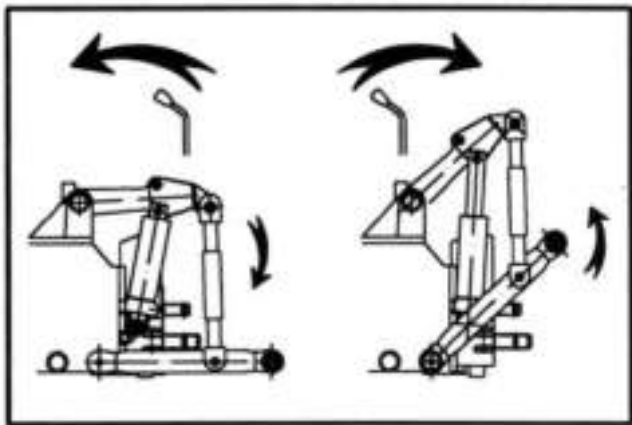

Fig. 16
- Palanca hacia Adelante/Abajo: El elevador desciende (Fig. 16). La palanca puede quedarse fija en esta posición para mantener el apero flotante.
- Palanca hacia Atrás/Arriba: El elevador sube (Fig. 16). Al soltarlo, la palanca retrocede a la posición central, cerrando el circuito.